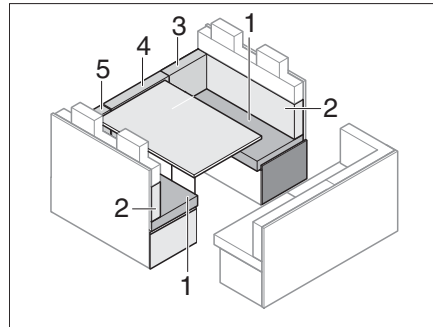

Fig. 175 Antes de la transformación
- Quitar el cojín del respaldo (Fig. 175,3,4 y 5) y ponerlo al lado.